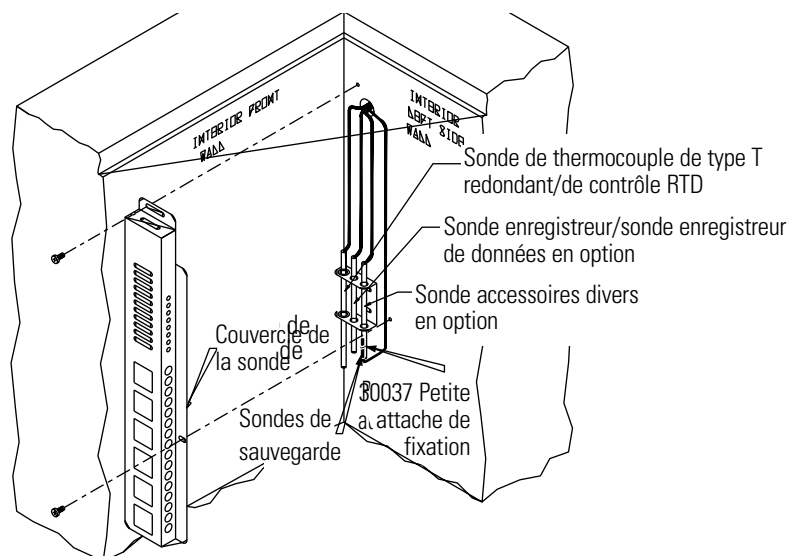

Figure 6-5. Emplacement de la sonde
4. Ouvrir le congélateur et localiser le couvercle de la sonde situé sur la paroi supérieure avant gauche. Retirer les deux vis cruciformes de fixation du couvercle de la sonde (voir Figure 6-5).
5. Faire passer la sonde BUS dans le port de la sonde, environ 30 cm. Sécuriser la sonde de sauvegarde en fonction de la sonde de température à l'aide d'une petite attache à tête d'équerre (Figure 6-5).
7. Réinstaller le couvercle de la sonde (Figure 6-5).